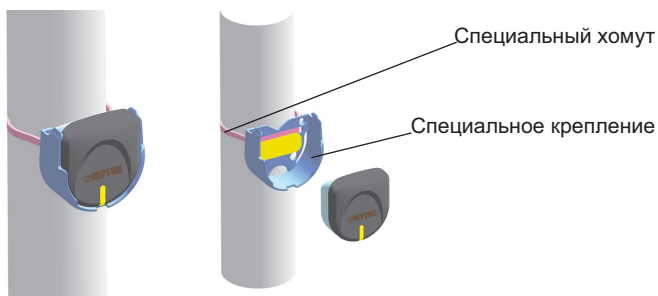

Рис. 11. Установка радиодатчика на трубы.
- На трубе с помощью *специального хомута* и вышеописанного *специального крепления*. В этом случае датчик фиксирует протечки, которые возникают на стояках труб (рис. 11).